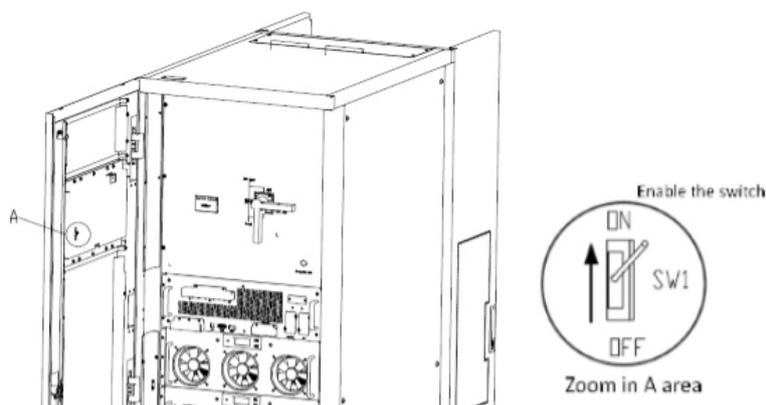

Figura 4-2 Habilitar el interruptor
2) Presione y mantenga presionada la tecla “BYP” en el panel de control del operador durante más de 2 segundos y el sistema debería pasar al modo de derivación. Esto necesita habilitar el interruptor detrás de la puerta principal. La clave se muestra a continuación en la Figura 4-2.